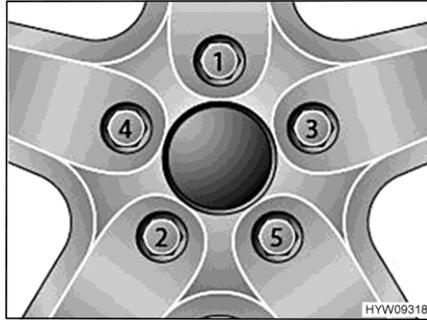

Bild 71 Radmuttern oder Radschrauben über Kreuz festziehen
- Radmuttern oder Radschrauben in der Reihenfolge, die in Bild 71 gezeigt ist, festziehen. Dazu einen Drehmomentschlüssel verwenden und das vorgeschriebene Anziehdrehmoment einhalten (siehe Abschnitt 14.5).
- Radmuttern oder Radschrauben regelmäßig auf festen Sitz prüfen. Radmuttern oder Radschrauben eines ausgewechselten Rades nach 50 km nachziehen. Dabei in der Reihenfolge vorgehen, die in Bild 71 gezeigt ist.
- Wenn neue oder neu lackierte Felgen verwendet werden, die Radmuttern oder Radschrauben zusätzlich nach ca. 1000 bis 5000 km nachziehen. Dabei in der Reihenfolge vorgehen, die in Bild 71 gezeigt ist.